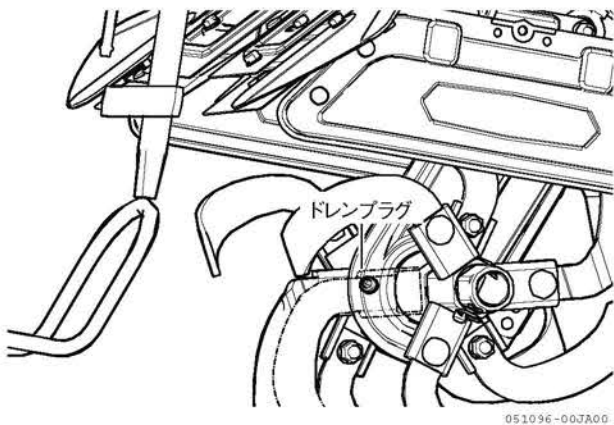

図 4-20 交換のしかた
2. 爪軸を外し、ミッションケース下部にあるドレンプラグの下に、古いミッションオイルを受ける容器を置きます。(図 4-20)